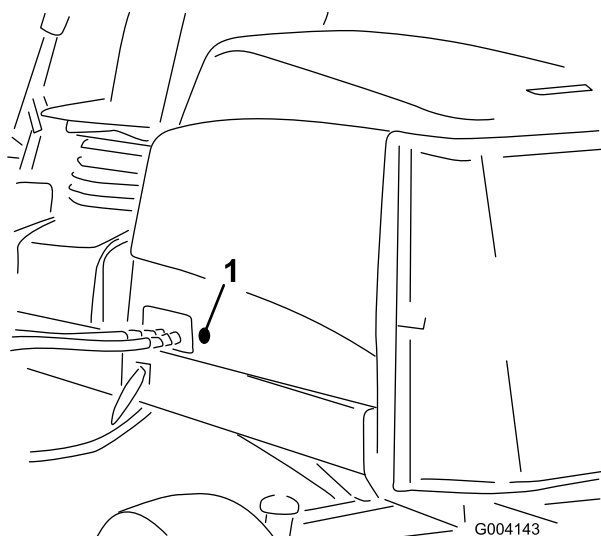

図 15
2. フードの左側についているゴム製のハトメを取り外す（図 15）。